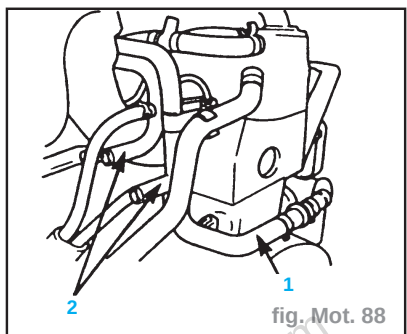

fig. Mot. 88
- Débrancher la durit du refroidissement d'huile (1) et les durits de chauffage (2) (fig. Mot. 88).